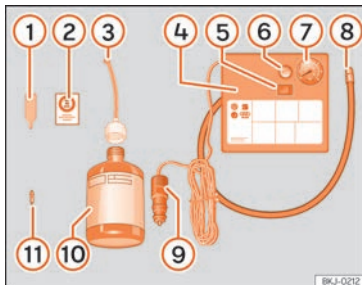

**Fig. 96** Rappresentazione standard: contenuto del kit per la riparazione degli pneumatici.
Il kit per la riparazione degli pneumatici si trova nel sottofondo del bagagliaio. Include i seguenti componenti » **fig. 96:**
Riavvitare il tubo di gonfiaggio » **fig. 96** ⑧ e controllare la pressione sul manometro ⑦. »